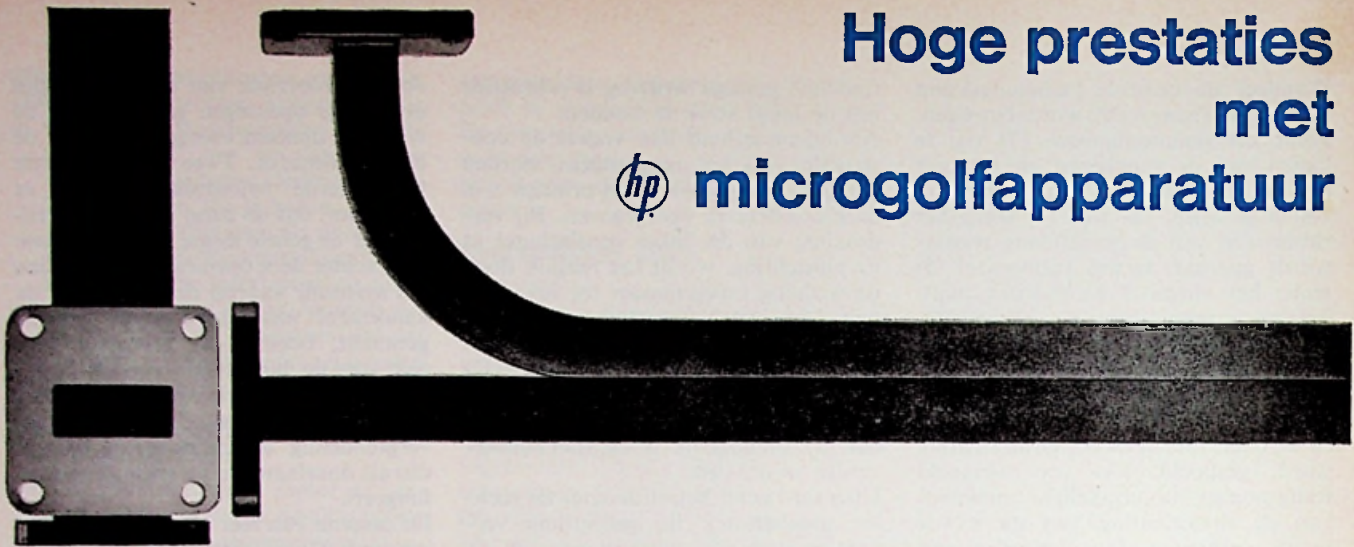

Figuur 8: Principe van de remconstructie
Als bijzonderheid kan voorts de constructie van het remsysteem worden vermeld. In figuur 8 is het principe van deze constructie weergegeven. Bij verdraaiing van de linker spoelschotel in de pijlrichting, wordt het remjuk door de wrijving meegenomen tot het door pen (A) wordt tegengehouden. Het juk gaat nu scharnieren om pen (A) als gevolg waarvan de remschoen (C) in het rubber wiel wordt gedrukt. De hierdoor ontstane wrijving is zo groot, dat het onmogelijk is de spoelschotel verder te draaien.